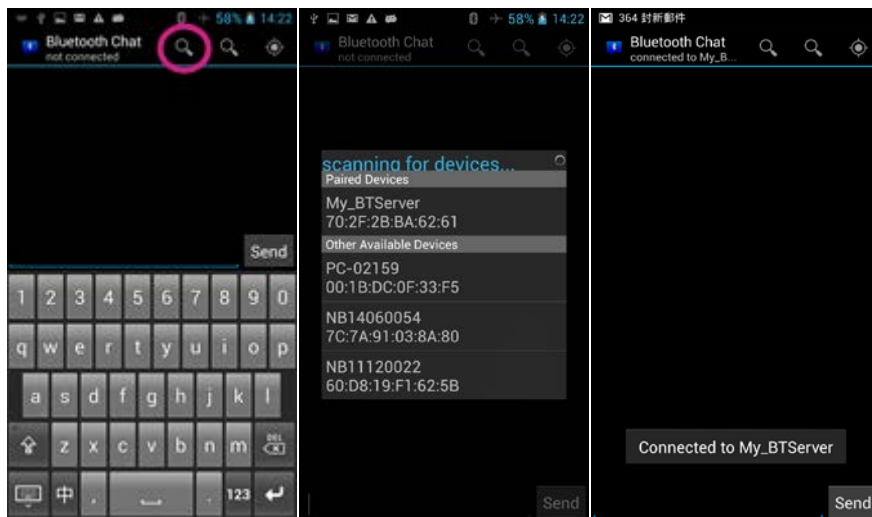

图 36 连接至 LinkIt ONE 蓝牙服务器
- 1) 点击范例程序中左边的“搜索”按钮（如图 36），这会列出所有发现过的蓝牙装置，并应该列出您在 LinkIt ONE 设置名为 **My_BTServer** 的蓝牙服务器。